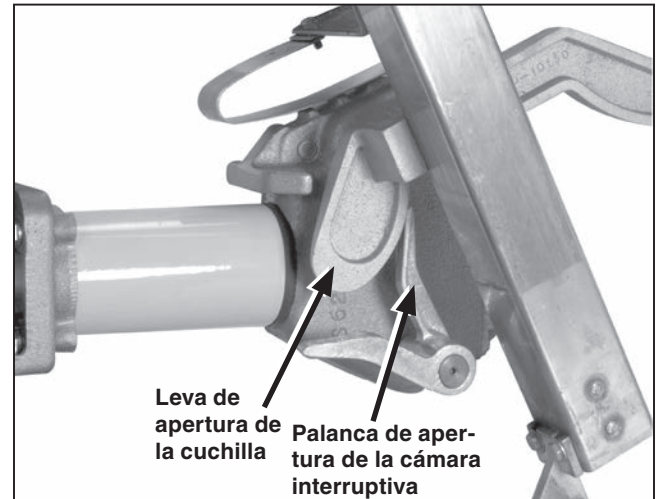

Figura 38. Ensamble de la cuchilla moviéndose en la dirección de apertura.
- (d) Mueva la cuchilla en la dirección de *apertura* y verifique que cada contacto de la bisagra de la cuchilla se enganche firmemente a su respectiva carcasa de la cámara interruptiva antes de que los contactos de la cuchilla se desenganchen del ensamble del contacto estacionario principal. Vea la Figura 38. Los contactos de la bisagra se pueden inclinar como se requiera para conformar estas condiciones.